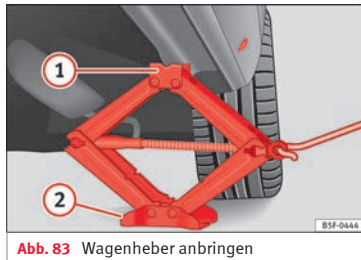

Abb. 83 Wagenheber anbringen
• Drehen Sie die Kurbel des unter dem Aufnahmepunkt des Längsträgers befindlichen Wagenhebers*, bis sich die Nase **①** »» **Abb. 83** unter der vorgesehenen Einführung befindet.
• Richten Sie den Wagenheber* so aus, dass sein Aufnahmehorn **①** in die dafür vorgesehene Aufnahme am Längsträger „greift“ und die bewegliche Grundplatte **②** plan auf dem Boden aufliegt. Die Grundplatte **②** muss sich dabei senkrecht unter dem Aufnahmepunkt **①** befinden.